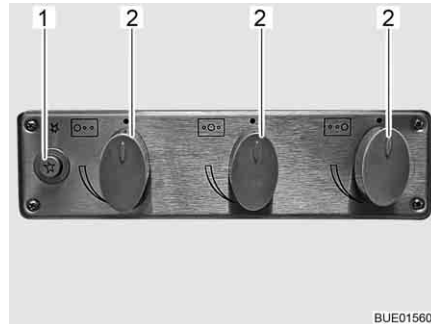

Bild 157 Reglage, knappar för gasspis
- Vrid vridregulatorn (Bild 157,2) till önskad låga till tändningsläge (stor låga).
- Tryck på tryckknappen (Bild 157,1). Automattändningen alstrar tändgnistor. Ett klickande ljud hörs.